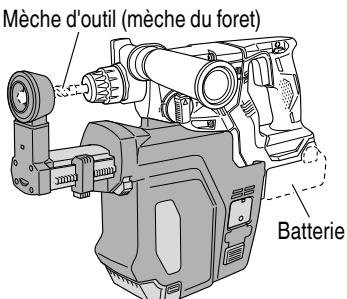

Fig. 2
### 1. Fixation et retrait du système extracteur de poussière (Fig. 2, 3, 4)
- Lors de la fixation, du retrait ou de l'ajustement du système extracteur de poussière, pour prévenir un accident peu probable, s'assurer d'éteindre le commutateur de l'outil, et retirer la batterie et la mèche de l'outil. (Fig. 2)